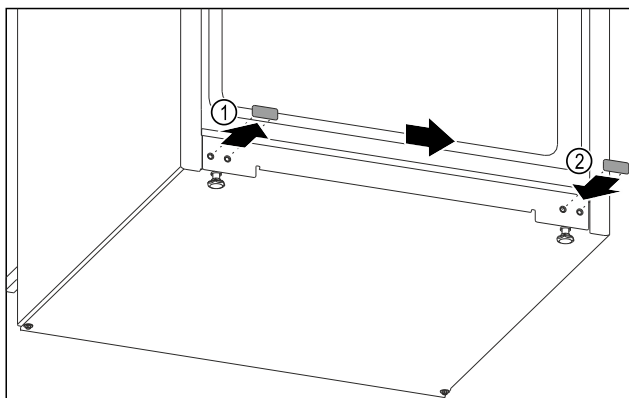

Fig. 10
- ▶ Wyjąć zatyczkę osłonki. Fig. 10 (1)
- ▶ Założyć zatyczkę osłonki po przeciwległej stronie. Fig. 10 (2)